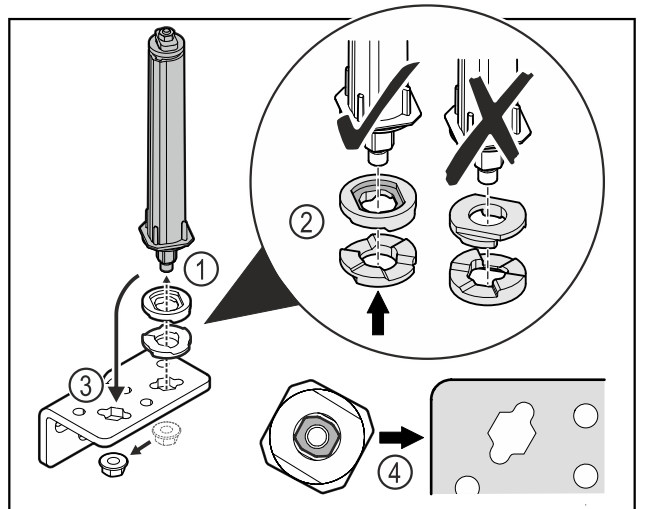

Fig. 27
- ▶ Mutter lösen und Türschließsystem entfernen Fig. 27 (1).
- ▶ Auf die korrekte Ausrichtung der Höhenverstelleisbeiben achten Fig. 27 (2).
- ▶ Türschließsystem im Scharnierwinkel umsetzen und mit der Mutter fixieren Fig. 27 (3).
- ▶ Beim Einsetzen auf die korrekte Ausrichtung des Türschließsystems achten Fig. 27 (4).